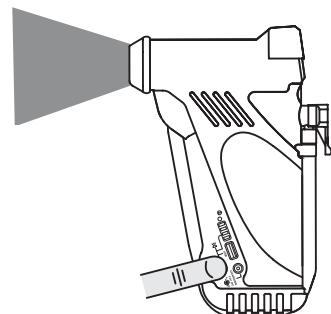

Рис. 3
- Нажмите и удерживайте клавишу переключения режимов (рис.3) в течение 3 секунд для включения фонаря. Отпустите клавишу после того, как включится подсветка.